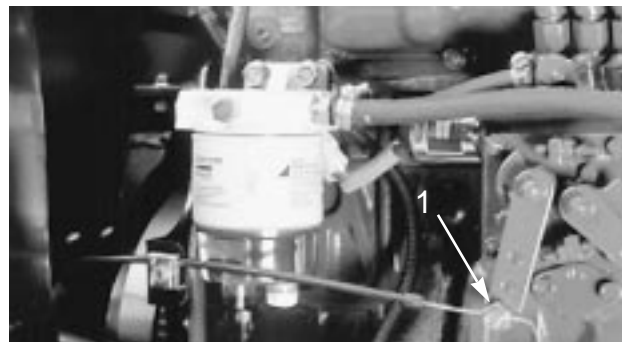

図 51
2. 噴射ポンプのレバー・アーム（図51）の部分にあるスロットル・ケーブルのコネクタをゆるめる。